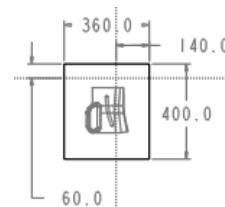

图 17.3 截面草图
(1) 选择命令。单击 **模具** 功能选项卡 **形状** ▾ 区域中的 **拉伸** 按钮。
(2) 创建实体拉伸特征。
① 定义草绘截面放置属性。在绘图区中右击，选择快捷菜单中的 **定义内部草绘...** 命令。系统弹出“草绘”对话框，然后选择 MOLD_FRONT 基准平面作为草绘平面，草绘平面的参考平面为 MOLD_RIGHT 基准平面，方位为 **右**，单击 **草绘** 按钮，系统进入截面草绘环境。
② 进入截面草绘环境后，选取 MOLD_RIGHT 基准平面和 MAIN_PARTING_PLN 基准平面为草绘参考，然后绘制图 17.3 所示的截面草图；完成截面草图的绘制后，单击“草绘”操控板中的“确定”按钮 。
③ 选取深度类型并输入深度值。在操控板中选取深度类型 ，再在深度文本框中输入深度值 300.0，并按回车键。
④ 完成特征的创建。在“拉伸”操控板中单击 按钮，完成特征的创建。